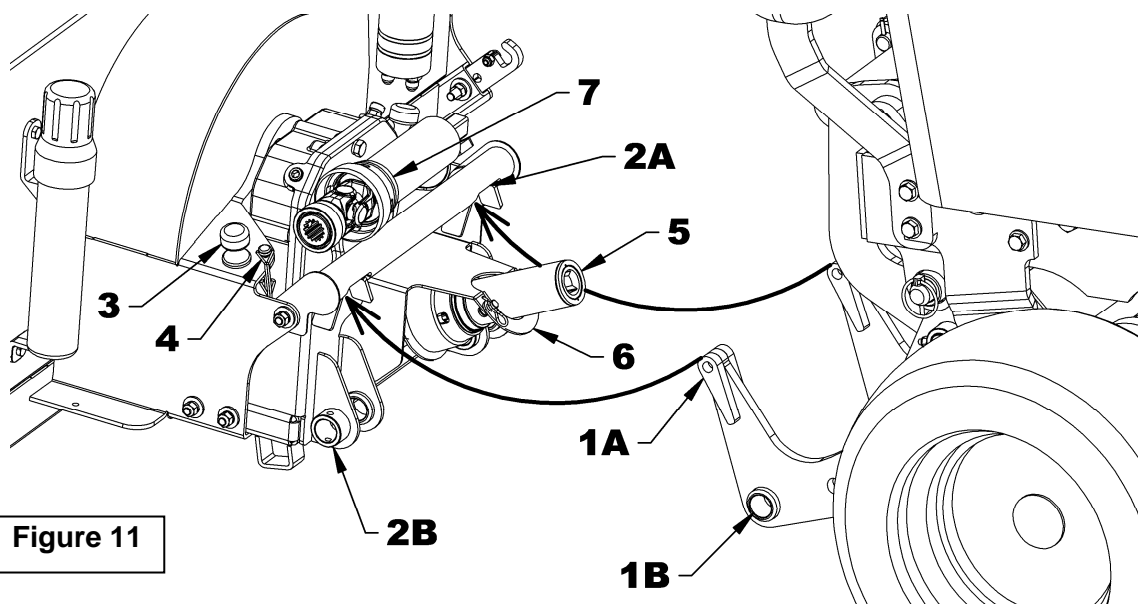

Figure 11
PRÉCAUTIONS à suivre AVANT chaque connexion (figure 11)
Procédure à suivre pour Connecter la Souffleuse (figures 11 à 17)
- **ÉTAPE 1 : Figure 11:** Démarrer le tracteur, retirer le frein de stationnement, avancer lentement en vous assurant de bien aligner l'attache femelle de la souffleuse avec l'attache mâle du tracteur. Abaisser suffisamment l'attache mâle du tracteur afin que les deux pointes supérieures de l'attache (item 1A) puissent s'insérer dans les ouvertures du tube (item 2A) de l'attache femelle de la souffleuse.
- **ÉTAPE 2 : Figure 11:** À l'aide du levier de commande hydraulique du tracteur, soulever la souffleuse complètement vers le haut dans le but de bien positionner l'attache de la souffleuse avec l'attache mâle du tracteur. Cette étape va permettre aux coussinets de l'attache mâle (item 1B) de bien s'aligner avec les coussinets de l'attache femelle de la souffleuse (item 2B).